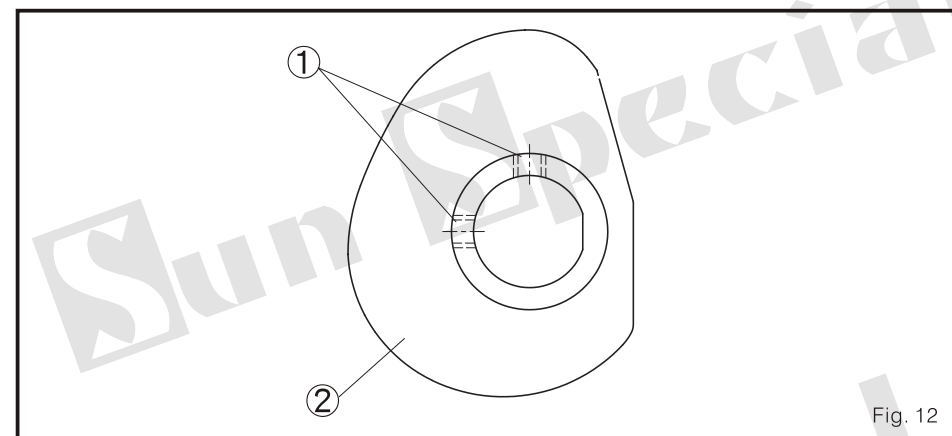

Fig. 12
2. Junte para ajustar, por favor, solte o parafuso 1 e gire o controlador de disco do looper 2. (Fig. 12)